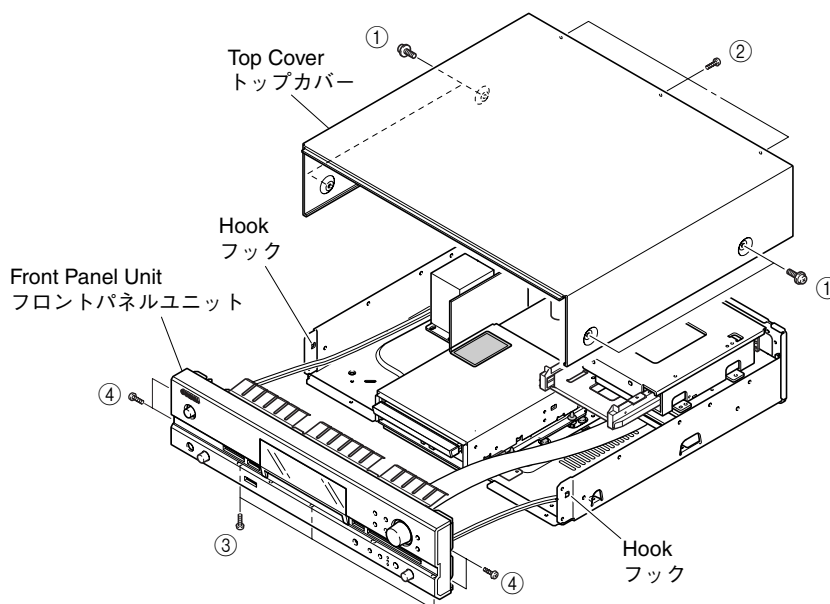

Fig. 1
- Remove 4 screws (①) and 3 screws (②). (Fig. 1)
- Remove the top cover rearward while lifting it up. (Fig. 1)
- Remove 3 screws (③) and 4 screws (④). (Fig. 1)
- While pushing in hooks on both sides of the panel, remove the front panel unit forward. (Fig. 1)
- ①のネジ4本、②のネジ3本を外します。(Fig. 1)
- トップカバーを持ち上げながら後方へ外します。(Fig. 1)
- ③のネジ3本、④のネジ4本を外します。(Fig. 1)
- パネル両サイドのフックを押し込みながら、フロントパネルユニットを前方に外します。(Fig. 1)
Install the Front Panel Unit using 5 screws (③) and 4 screws (④). (Fig. 1)
③のネジ5本、④のネジ4本でフロントパネルユニットを取り付けます。(Fig. 1)